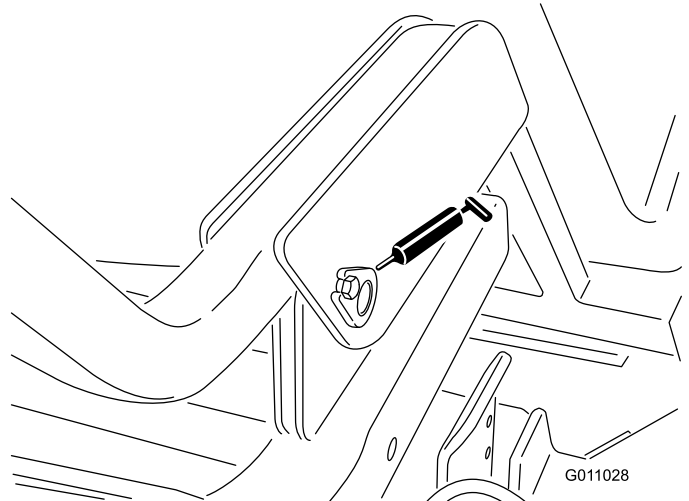

Bild 35
- Füllkastengelenk (unten) (2) Bild 35).